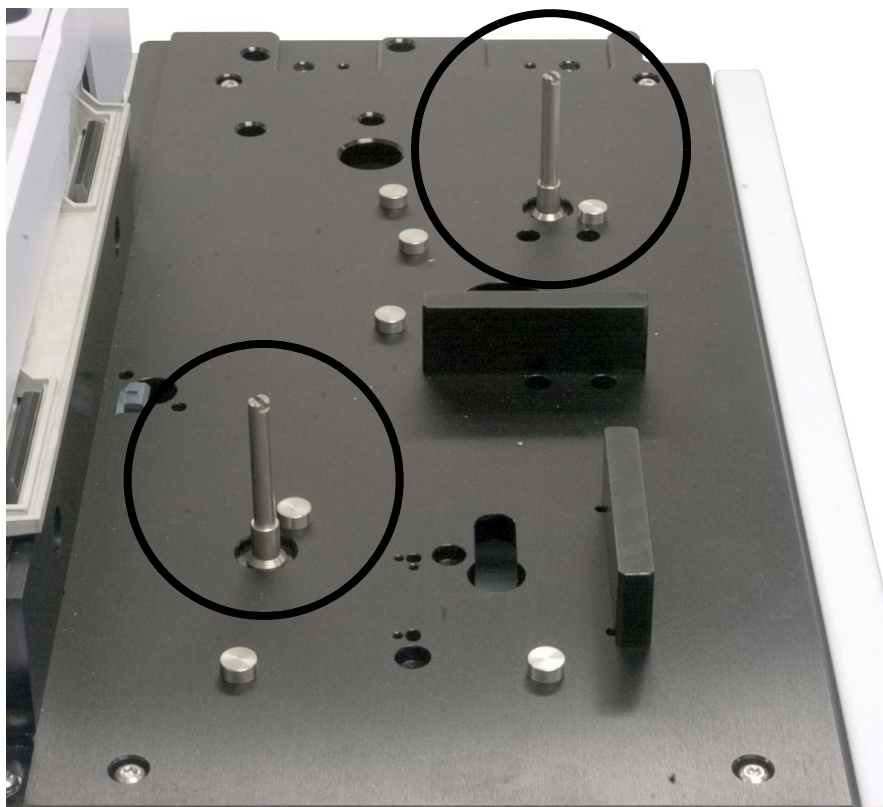

図 18 取り付けポストの取り付け
- 1 取り付けポストをメインフレームに取り付けます (図 18)。